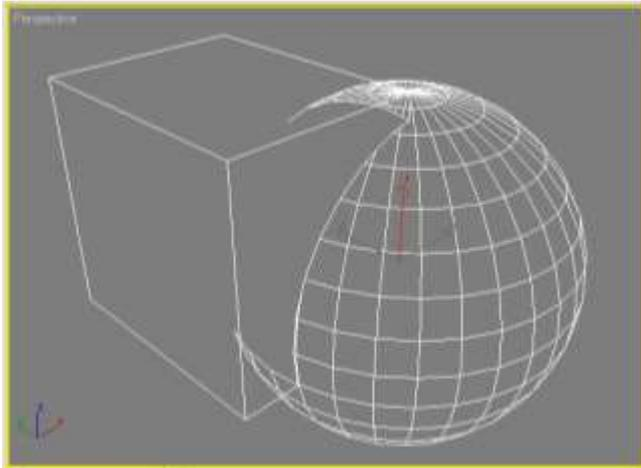

Рис. 2 – Объекты после выполнения булевой операции **Union** (Сложение)
- **Union (Сложение)**. Результатом булевого сложения двух объектов будет служить поверхность, образованная поверхностями объектов, участвующих в данной операции (рис. 2).